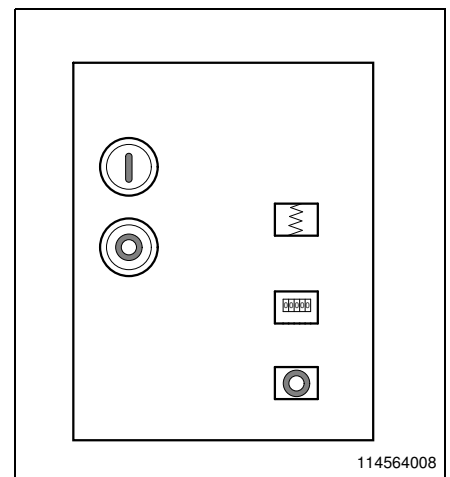

Bild 19
- Der Leistungsschalter schaltet AUS. In der Schaltstellungsanzeige erscheint "0" (Bild 19).